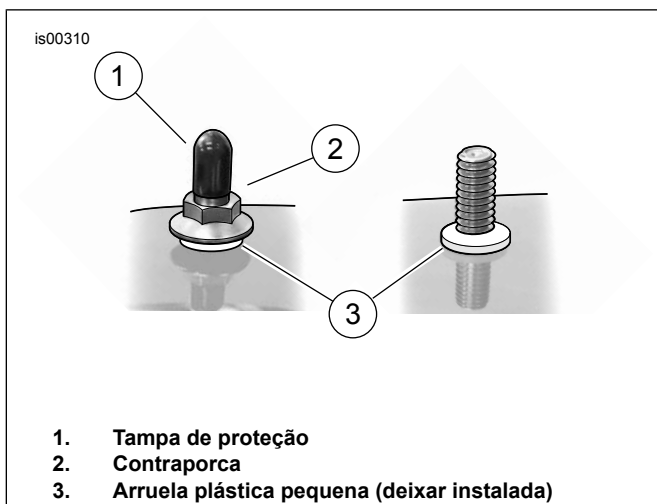

Figura 2. Deixar a arruela inferior fixada (modelos ano 1999)
7. **Modelos FLTR anos 1997 e 1998 sem corrimão:** Coloque as arruelas grandes com diâmetro externo de 1-1/8 pol. sob o suporte de montagem do encosto e fixe com os parafusos 5/16-18 x 7/8 pol. e as arruelas. Aperte os parafusos com torque de 25 N·m (19 lb·pé). **Modelos ano 1998 e anteriores:** Fixe o suporte de montagem do encosto e a placa de montagem do corrimão no pára-lama traseiro com as ferragens removidas anteriormente. Aperte os parafusos com torque de 25 N·m (19 lb·pé). **Modelos ano 1999 a 2008:** Veja Figura 2. Remova a tampa plástica de proteção e a contraporca do parafuso. *Deixe a arruela plástica pequena no lugar, caso contrário, a chapa com pinos cairá.* Fixe o suporte de montagem do encosto na chapa com pinos com as contraporcas originais da chapa com pinos. *Se a chapa com pinos cair:* Deslize uma parte do tubo de respiro comum da bateria através do furo no pára-lama. Fixe o tubo em um dos prisioneiros. Puxe o tubo para cima e manobre a chapa com pinos de volta até o seu lugar. Fixe com as arruelas plásticas pequenas. A remoção da roda traseira poderá facilitar a reinstalação da chapa com pinos. Consulte o Manual de serviço para instruções de remoção e instalação das rodas traseiras.